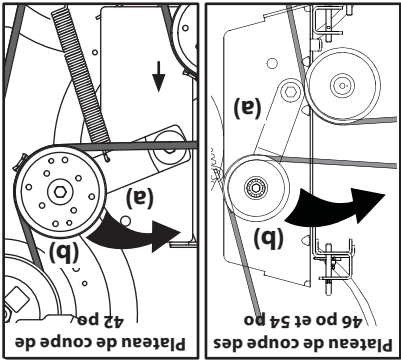

Figure 4-10
- b. Du milieu du tracteur, faites pivoter le support de la poulie de tension (a) et la poulie de tension mobile (b) vers l'arrière pour l'éloigner suffisamment de l'arrière de la courroie trapézoïdale et pouvoir ainsi dégaier la courroie de la poulie de tension. Voir la Figure 4-10.
- d. Abaissez le plateau de coupe au sol avec la manette de relevage du plateau. Voir la Figure 4-10.
1. Placez les manettes de relevage à la position la plus haute. Voir la Figure 4-10.